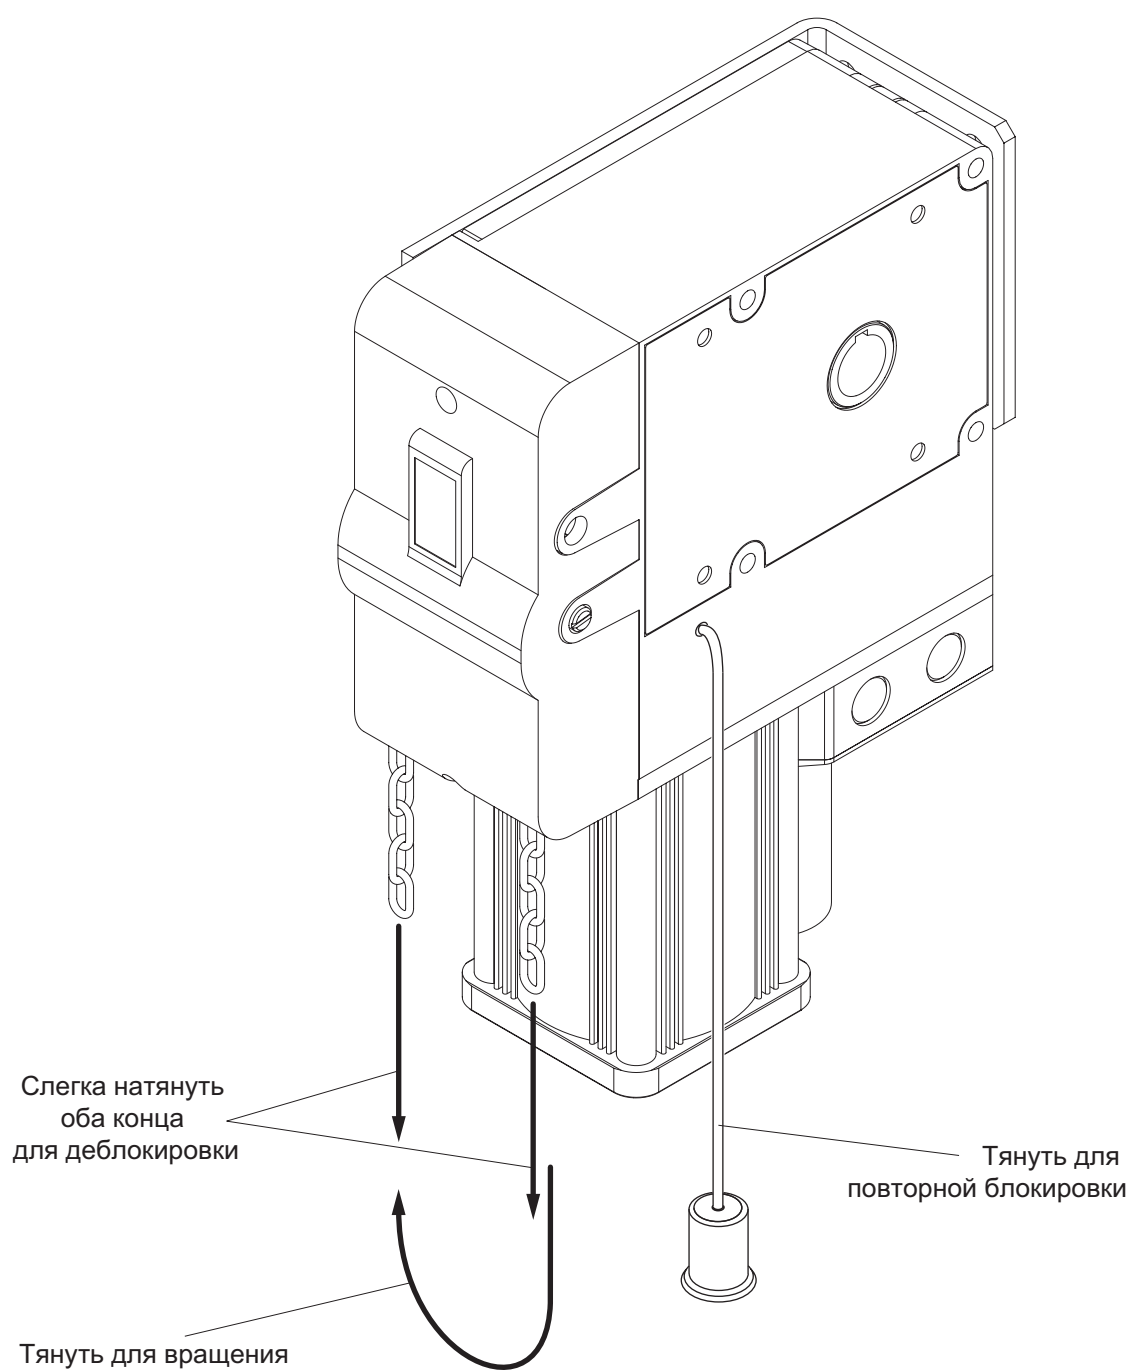

Рис. 12
- Для использования ворот при перебоях электропитания или поломках, слегка натянуть оба конца цепи для деблокировки, затем тянуть за один край цепи для вращения в желательную сторону и привода ворот вручную (см. рис. 12).
- Для повторной блокировки и возврата к автоматическому функционированию - потянуть за ручку на шнурке (см. рис. 12).